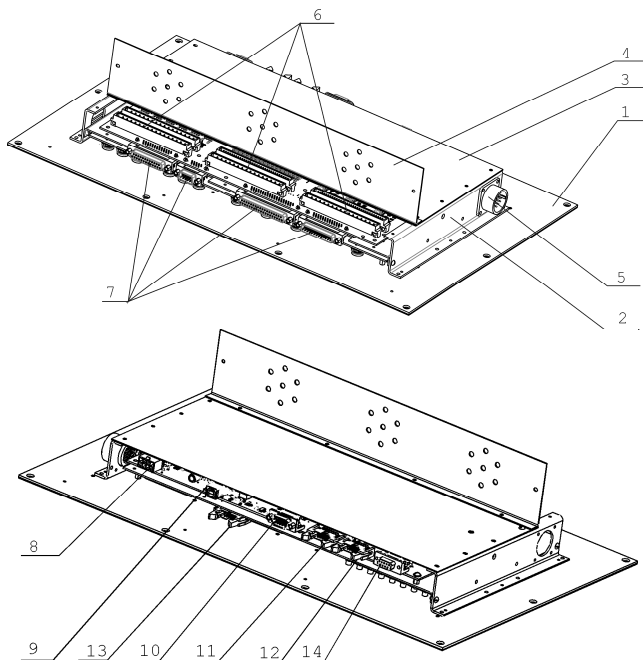

Рисунок 2.2 – Модуль в сборе
3. Подключите кабель СМП (см. рис. 2.2).
4. Подключите Модуль к кабелю от первичного блока питания (см. рис. 2.2).